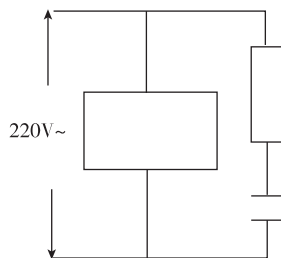
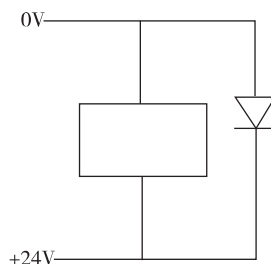
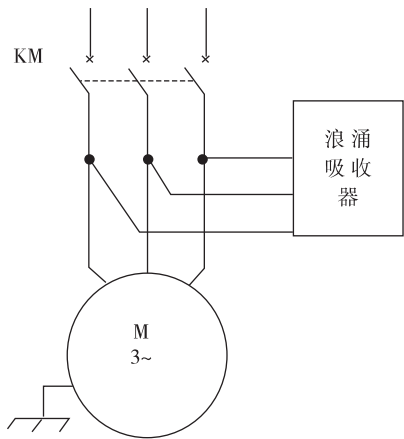

图 1.5
图 1.6
图 1.7
- (1) CNC 要远离产生干扰的设备（如变频器、交流接触器、静电发生器、高压发生器以及动力线路的分段装置等）。
- (2) 要通过隔离变压器给 CNC 供电，安装 CNC 的机床必须接地，CNC 和驱动器必须从接地点连接独立的接地线。
- (3) 抑制干扰：在交流线圈两端并联 RC 回路（如图 1-5），RC 回路安装时要尽可能靠近感性负载；在直流线圈的两端反向并联续流二极管（如图 1-6）；在交流电机的绕组端并接浪涌吸收器（如图 1-7）。